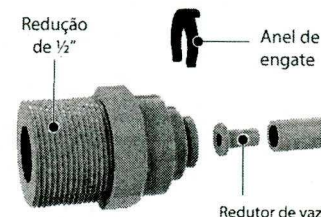

Fig. 6
- 3 | Desconecte a mangueira da redução (Fig. 6);